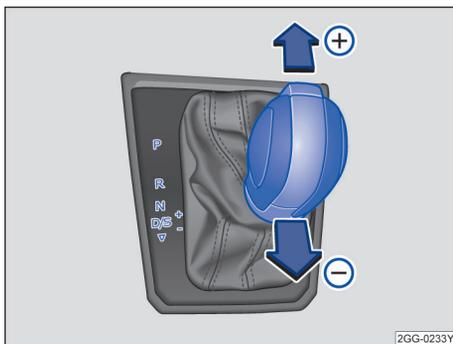

图 110 选挡杆在 Tiptronic 手动电控换挡程序位置上
- 向前  或向后  短促按压换挡杆，即可换高档或降挡 → 图 110。